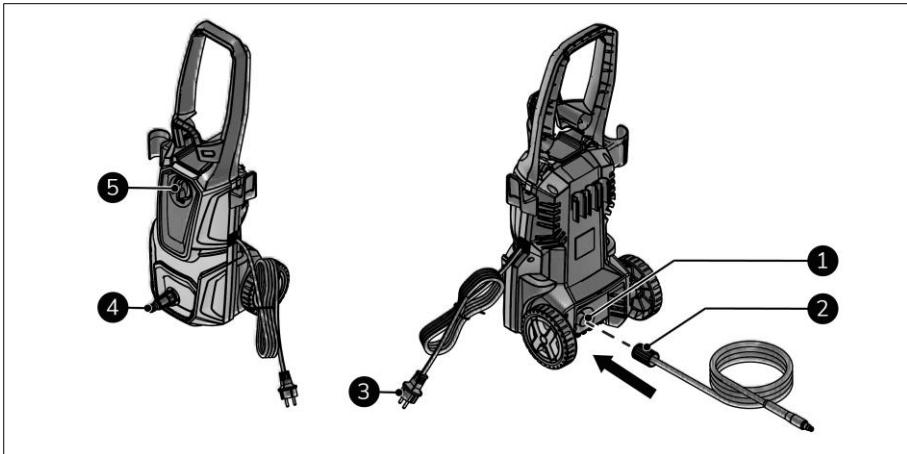

Abbildung 9
2. Stellen Sie sicher, dass sich der Schalter EIN(1)/AUS(0) in der Position AUS(0) befindet (Abbildung 9, Pos. 5).
3. Stecken Sie den Netzstecker (Abbildung 9, Pos. 3) in eine leicht zugängliche Steckdose.
4. Nur für den Erstgebrauch: Entfernen Sie die Schutzkappe vom Hochdruckwasserausgang (Abbildung 9, Pos. 1).
5. Schrauben Sie den Hochdruckschlauch (Abbildung 9, Pos. 2) an den Hochdruckwasserausgang.
6. Schließen Sie die Wasserversorgung an das Gerät an (Abbildung 9, Pos. 2).